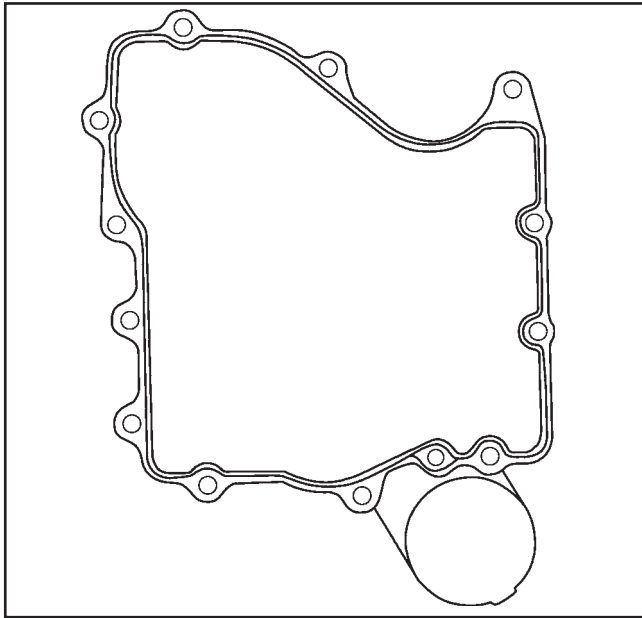

Figure 11-19. Modèle de joint sur la plaque de fermeture.
2. Appliquer un cordon d'enduit de 1,5 mm (1/16") sur la plaque de fermeture comme indiqué à la figure 11-19. Ne pas étaler avec les doigts.